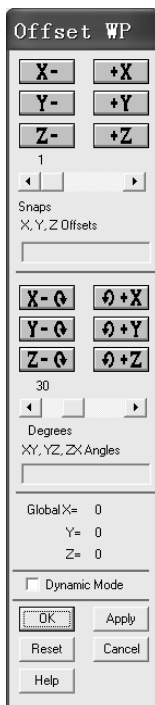
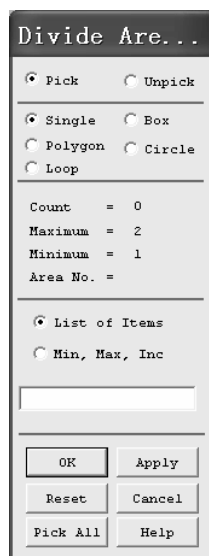
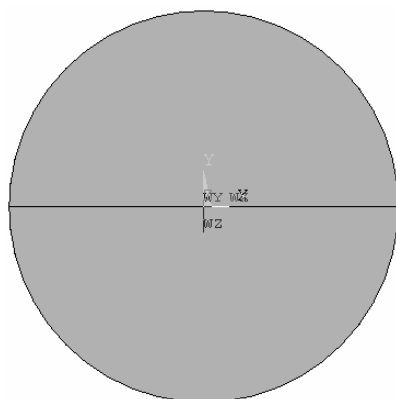

图 2-56 “Offset WP” 窗口
图 2-57 “Divide Are...” 窗口
图 2-58 两个半圆
(2) 依次选择 Utility Menu>WorkPlane>Offset WP by Increments..., 弹出“Offset WP”窗口(见图 2-56)。
(3) 因为用于切割的平面为工作平面(即 WXY 平面), 所以应将 WXY 平面与圆面垂直。可以让工作坐标系绕 W X 轴转动  $90^\circ$ , 即在“Offset WP”窗口中“XY, YZ, ZX Angles”下的方框中输入“0,  $90^\circ$ , 0”(注意引号中的逗号为半角), 这表示绕 WZ、WX、WY 轴的转角分别为  $0^\circ$ ,  $90^\circ$ ,  $0^\circ$ 。
(4) 依次选择 Main Menu>Preprocessor>Modeling>Operate>Divide>Area by WrkPlane, 弹出“Divide Are...”窗口(见图 2-57)。单击“Pick All”按钮, 表示选中所有对象并执行分割, 此图中的对象即为圆面。圆面被分为上下两个半圆(见图 2-58, 注意图中的坐标系)。